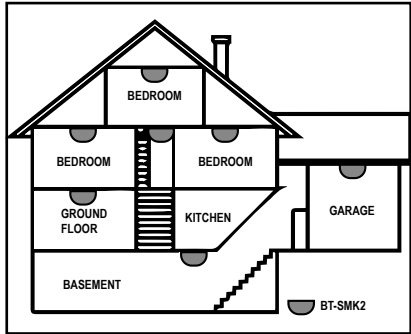

Fig. 3
- Installare un rilevatore di fumo su ogni piano della casa o appartamento a più piani, come mostrato nella Fig. 3.
- Install a smoke detector on each floor of house or apartment, as shown in Fig. 3.
- Installez un détecteur de fumée à chaque étage de la maison ou de l'appartement à plusieurs étages, comme illustré à la Fig. 3.